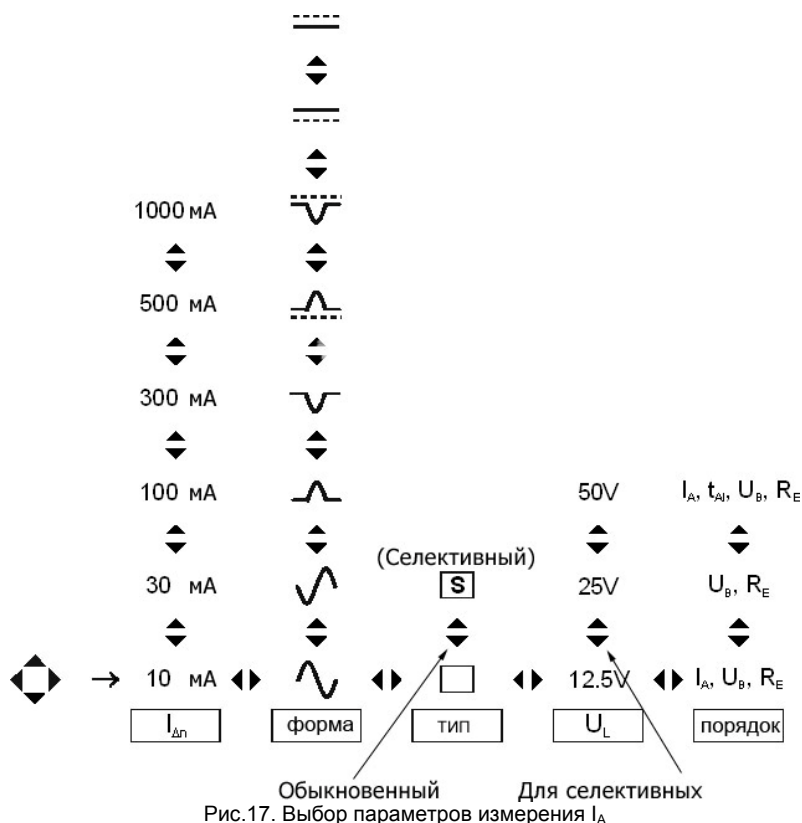

Рис.17. Выбор параметров измерения I_A
- выставить параметры измерения согласно алгоритму, представленному на Рис.17;